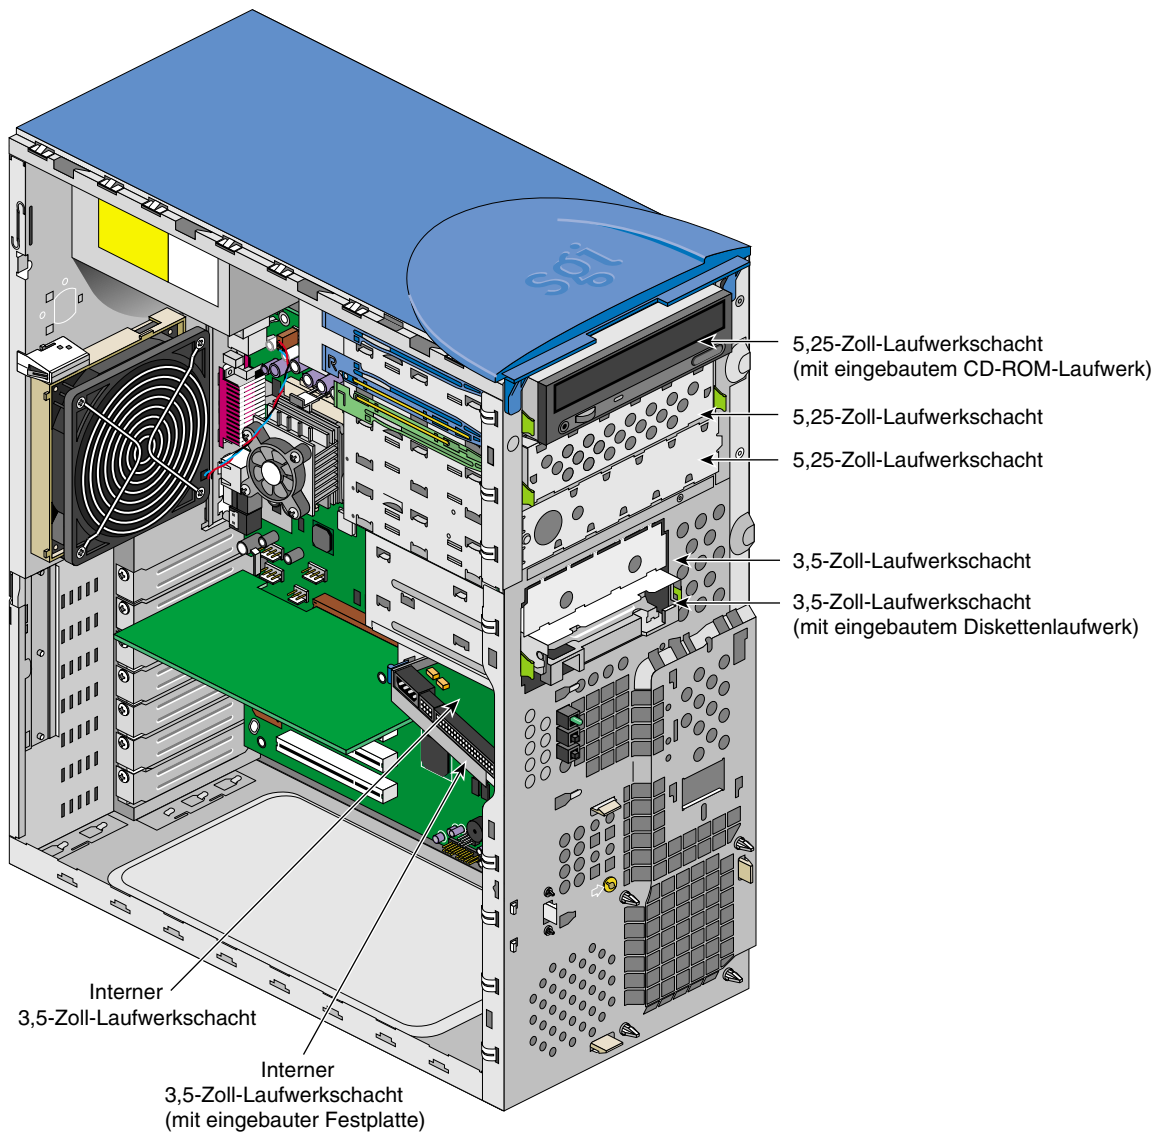

Abbildung 1-5 5,25-Zoll- und 3,5-Zoll-Laufwerkschächte
- Die Silicon Graphics 230 Visual Workstation verfügt über drei 5,25-Zoll- und vier 3,5-Zoll-Laufwerkschächte (siehe Abbildung 1-5). Alle drei 5,25-Zoll-Laufwerkschächte sind über die Vorderseite von außen zugänglich. Zwei der 3,25-Zoll-Laufwerkschächte befinden sich an der Vorderseite, die übrigen zwei befinden sich innerhalb des Gehäuses und sind nur von dort aus zugänglich.